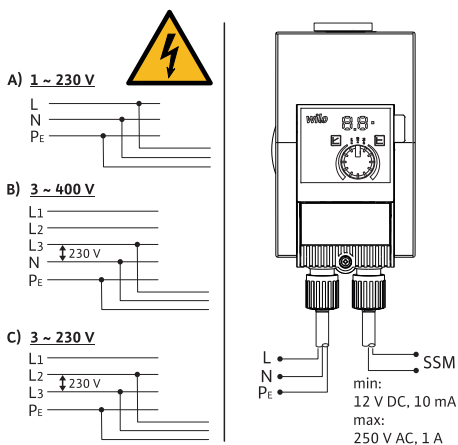

Fig. 3: Pieslēgšanas iespējas
- Pievienot tikai 230 V zemsprieguma elektrotīkliem. Pieslēdzot IT (Isolé Terre) tīkliem, obligāti pārliecinieties, ka spriegums starp fāzēm (L1-L2, L2-L3, L3-L1 → Fig. 3) nepārsniedz 230 V. Kļūdas (zemesslēguma) gadījumā spriegums starp fāzēm un PE nedrīkst pārsniegt 230 V.